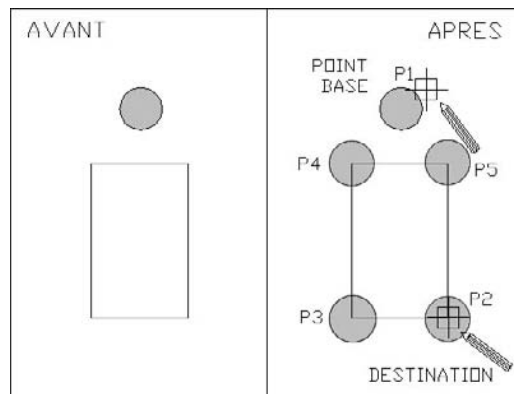

Fig.5.3
- 1 Exécuter la commande de copie à l'aide d'une des méthodes suivantes (fig.5.3) :